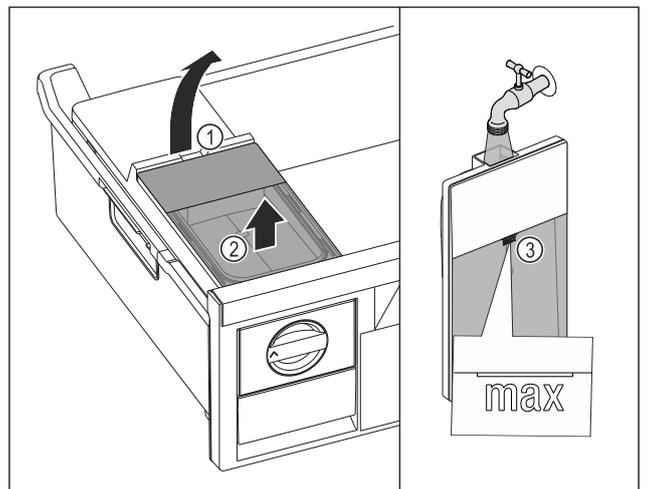

Fig. 128
- ▶ Підняти бак для води за заглиблення Fig. 128 (1).
- ▶ Вийняти бак для води рухом вгору. Fig. 128 (2)
- ▶ Наповнити бак для води питною водою до позначки Fig. 128 (3).